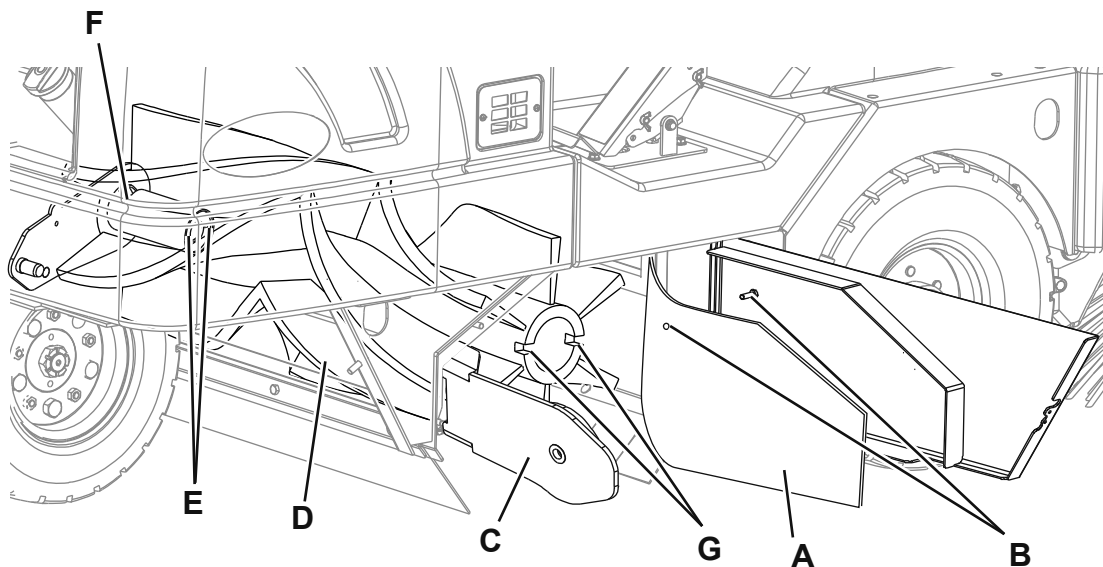

Abbildung 2
3. Zündschlüssel (64) drehen und Gerät einschalten.
4. Hauptkehrwalze mit dem Hebel (53) absenken.
5. Zündschlüssel (64) in Stellung „O“ drehen und Gerät ausschalten.
6. Rechte Abdeckplatte (18) öffnen.
7. Die seitliche Schmutzfangklappe (A, Abb. 2) beiseite drücken und am Haltestift (B) befestigen.
8. Aggregat des Lenkhebels (C) vom Kern der Hauptkehrwalze (D) abnehmen.